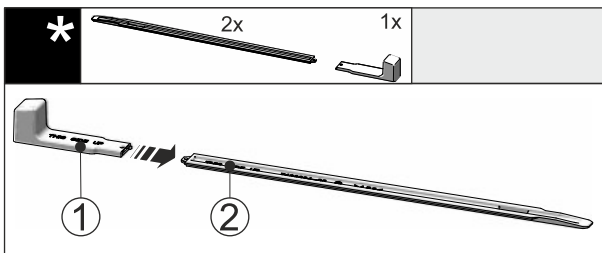

Fig. 49
- Futni dorezën e montimit Fig. 49 (1) në shinën e nivelimit Fig. 49 (2).